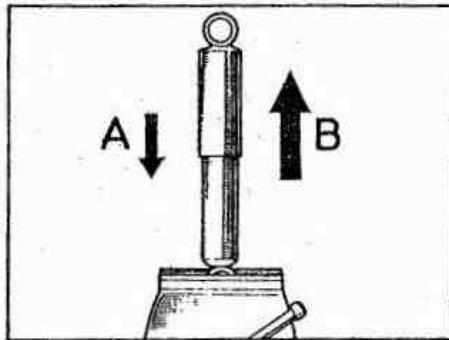

Fig. E -19 Comprobación del amortiguador
- 2.1. Sujetar el amortiguador verticalmente en un tornillo de banco, fijando la parte inferior entre las mordazas (Fig. E -19).